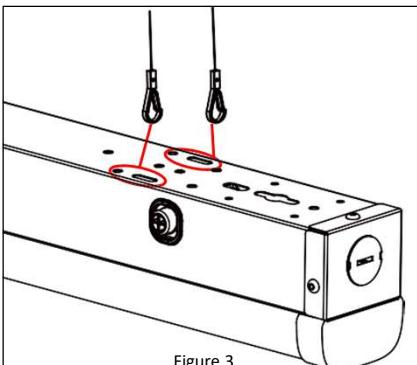

Figure 3
7. Fixez les pinces à l'arrière du luminaire. *Reportez-vous à la Figure 3.*